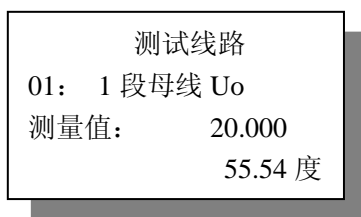

图 5.27
b) “测试线路”：可以对四段母线的 U_0 , U_a , U_b , U_c 和所有线路的 I_0 进行测试。如图 5.27 所示：